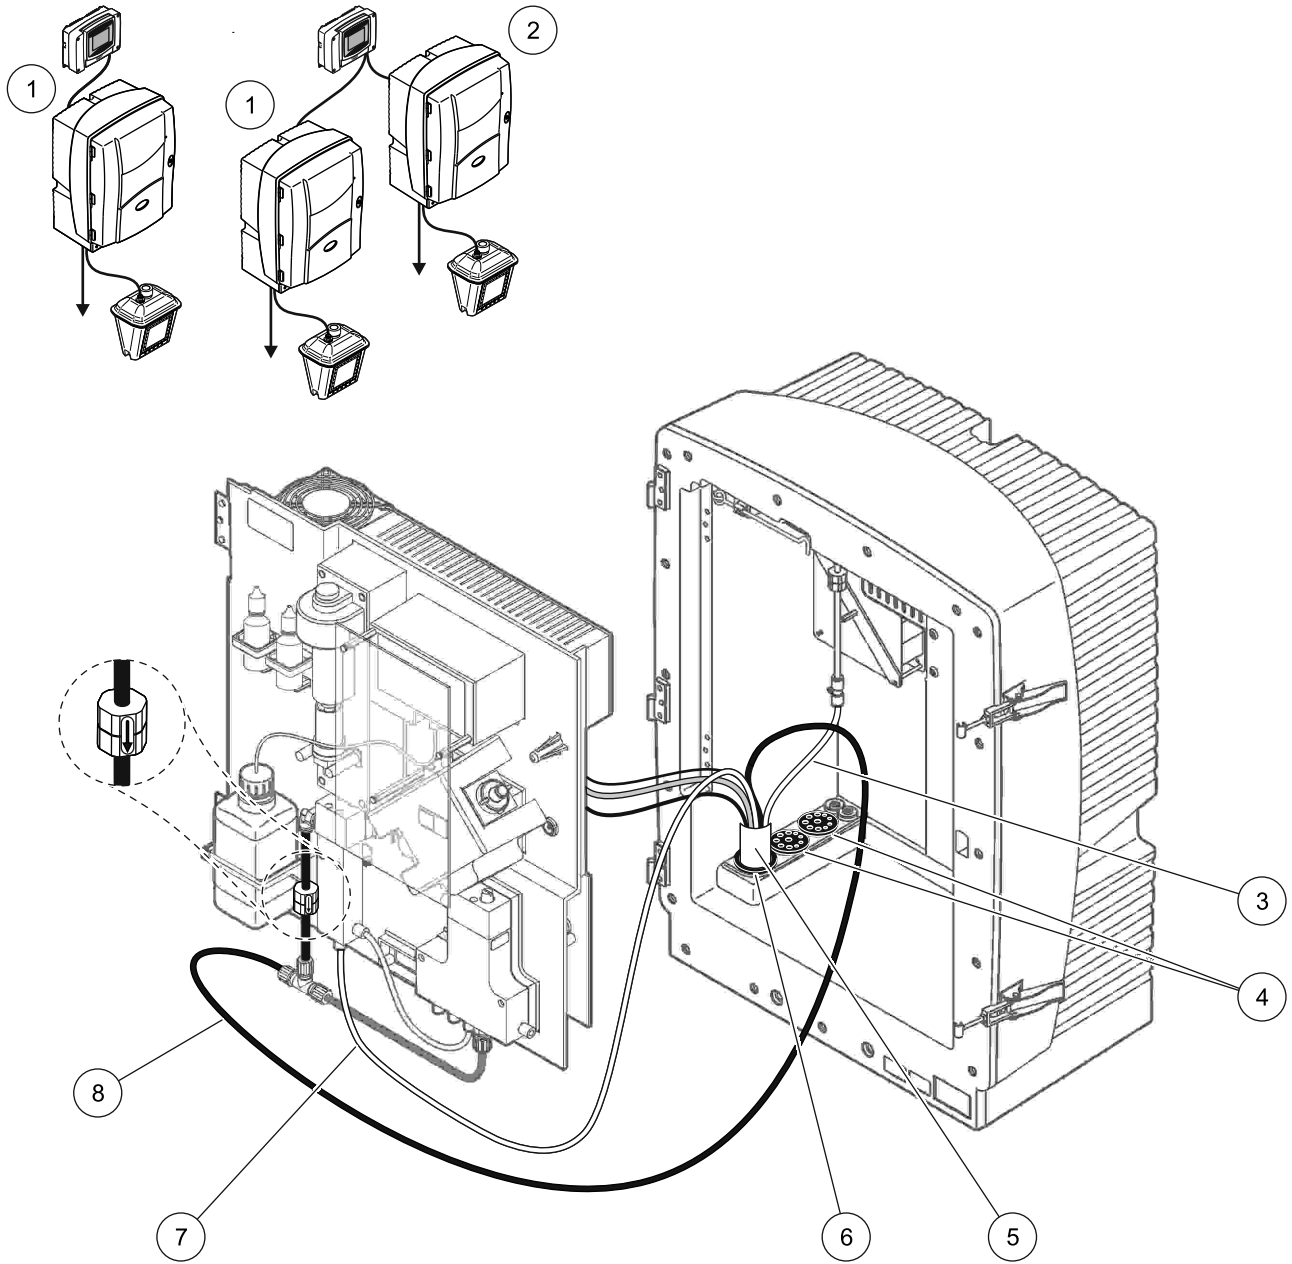

Figura 29 Configuração da Opção 1
Consulte Figura 29 na página 85 e as instruções a seguir, relativas à Opção 1:
2. Passe a mangueira do Filter Probe sc (linhas de amostra, cabos elétricos e tubo do dreno) pela abertura do analisador (item 5, Figura 29 na página 85). Use o Plugue de vedação no. 2 para prendê-la.
5. Conecte o tubo de ar ao compressor (item 3). Consulte seção 3.5.5 na página 27.
6. Conecte o tubo do dreno ao Filter Probe sc (Figura 29 na página 85).